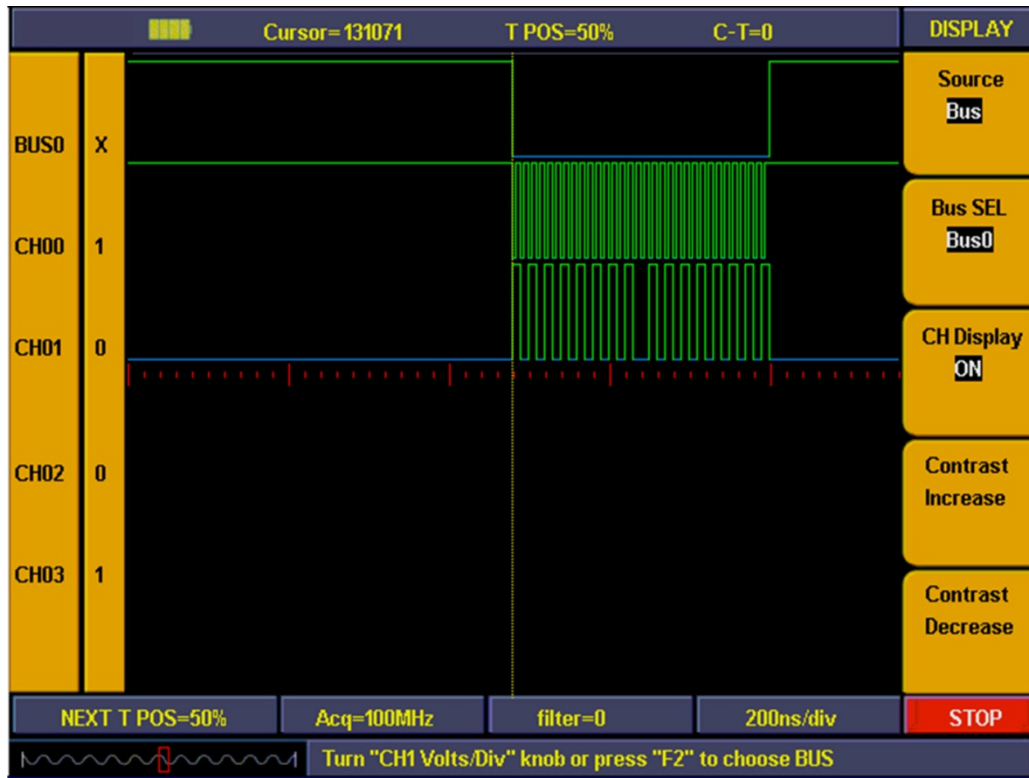

Abb. 14
7. Drücken Sie die Taste **“F3”** und setzen Sie die Signalquellen auf **“OFF”** (Aus). Wiederholen Sie die Schritte 6 und 7 und stellen Sie BUS1, BUS2, BUS3 auf **“OFF”** (Aus). Siehe Abb. 14.